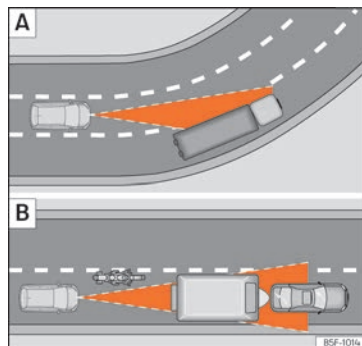

Fig. 238 [A] Vehículo en una curva. [B] Motociclista circulando por delante fuera del radio de acción del sensor de radar.
Al entrar o salir de algunas curvas puede que el sensor de radar deje de captar el vehículo que circula por delante o que reaccione ante un vehículo del carril contiguo » **fig. 238 A**. Es posible que el vehículo frene de forma innecesaria o deje de reaccionar frente al vehículo que va delante. En este caso, el conductor tiene que intervenir acelerando o interrumpir el frenado pisando el freno o empujando la tercera palanca hacia la posición **CANCEL** » **fig. 235 ③**.
El sensor de radar sólo puede detectar vehículos estrechos o vehículos que circulen desalineados cuando estos entren en su radio de alcance » **fig. 238 B**. En estos casos, frene usted mismo si es necesario. »